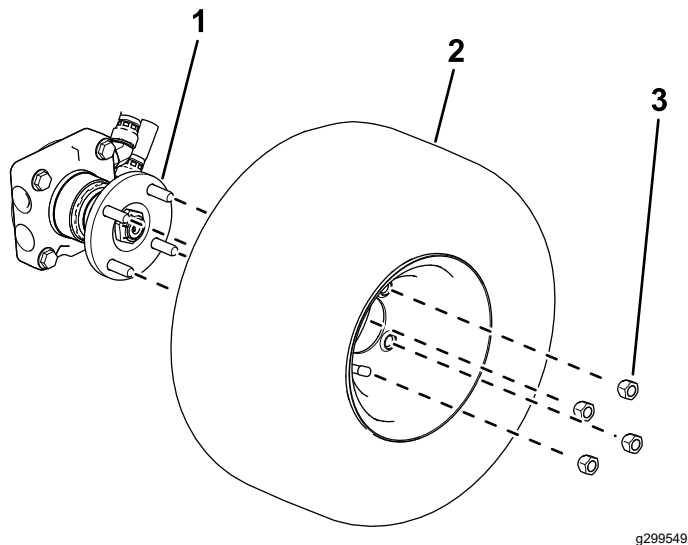

Figura 4
- Mașini cu tracțiune pe 4 roți:** folosiți 4 prezoane pentru a fixa roata la butucul roții (Figura 4).